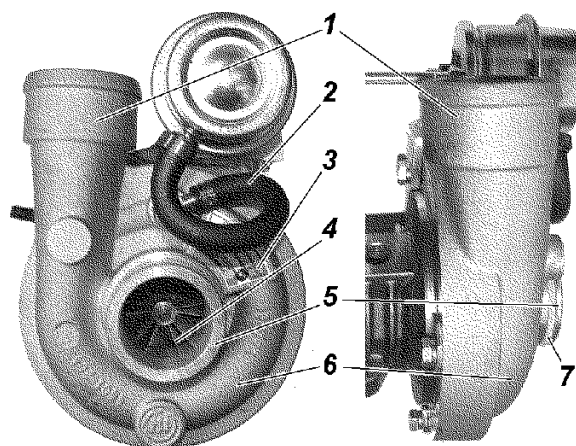
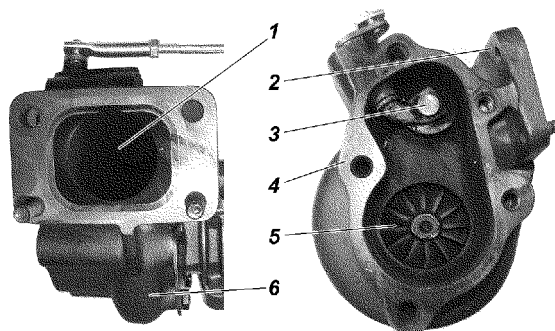

Рис. 4.159. Корпус компрессора:
Рис. 4.162. Корпус турбины:
на корпусе компрессора ТКР, обозначения ASSY/C12-92-02 (рис. 4.159);
- наличие резинового уплотнительного кольца 7 (см. рис. 4.159) на осевом патрубке корпуса компрессора;
- состояние лопаток колеса 5 (см. рис. 4.162) турбины и колеса 4 (см. рис. 4.159) компрессора на предмет наличия трещин, раковин, заусенец, "сыпи" и других возможных дефектов. Любое повреждение кромки даже одной лопатки - не допускается;
- крепление, форму и состояние поверхности трубки 2 (см. рис. 4.159) пневмокамеры - трещины и надрезы не допускаются.